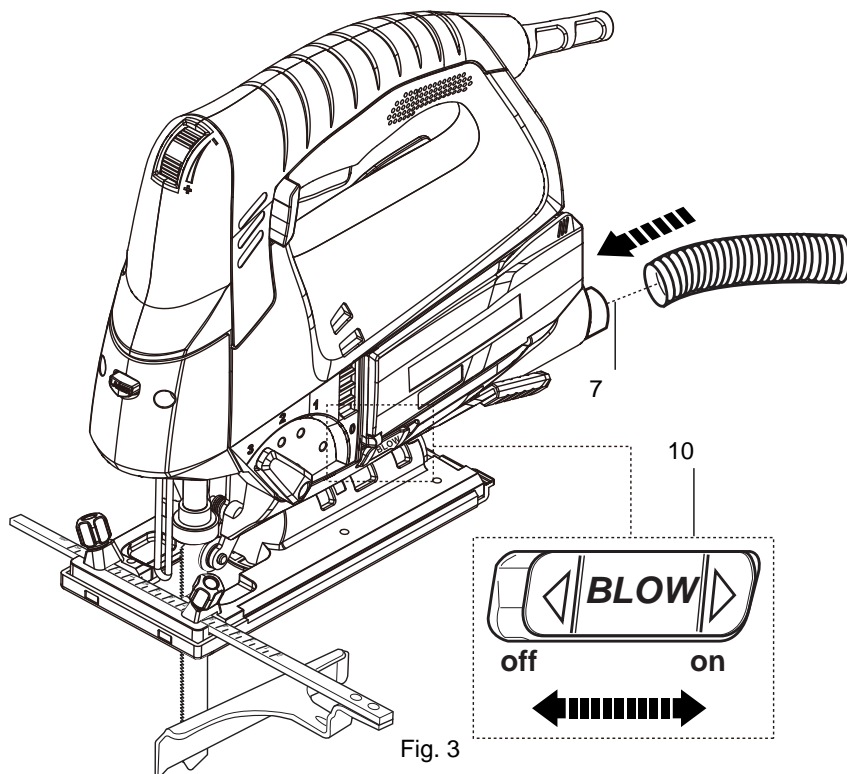

Fig. 3
Monter et apparat for støvavtrekk, f.eks. en egnet støvsuger, på uttaket for støvavtrekk (7) (fig. 3).
1. Sett blåsebryteren (10) i "på"-stilling når produktet ikke er koblet til et støvavtrekkssystem for å blåse støv og spon bort fra sagemrådet.
2. Sett blåsebryteren (10) i "av"-stilling når produktet er koblet til støvavtrekkssystem, slik at støv og spon kan suges ut.